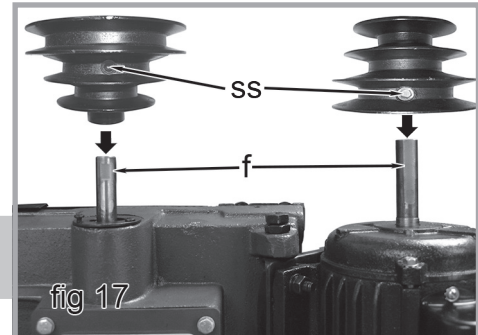

fig 17
9. Placez la poulie du moteur sur l'arbre du moteur et aligner la vis de réglage (ss, fig 17) de la poulie de moteur avec la surface aplatie de l'arbre du moteur (f, fig 17).
10. Placez la vis sans fin sur l'arbre de vis sans fin et aligner l'ensemble vis de la poulie de engrenage sans fin (ss, fig 17) avec la surface aplatie de l'arbre de engrenage sans fin (f, fig 17).
**REMARQUE :** Dans la fig 17, le couvercle poulie a été supprimé pour mieux voir.